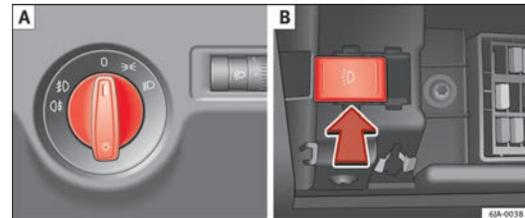

Abb. 55 Kombi-Instrument: Lichtschalter / Sicherungen: Schalter für Tagfahrlicht
Bei Fahrzeugen mit **Rechtslenkung** weicht die Anordnung der Bedienelemente teilweise von der in ⇒ Abb. 55 ⇒ Seite 99 gezeigten Anordnung ab. Die Symbole zur Anzeige der einzelnen Bedienelemente sind jedoch identisch.
- Drehen Sie den Lichtschalter ⇒ Abb. 55 [A] in die Position ⤵.
- Drehen Sie den Lichtschalter ⇒ Abb. 55 [A] in die Position ⤴.
- Drehen Sie den Lichtschalter ⇒ Abb. 55 [A] in die Position 0. ■
Drehen Sie den Lichtschalter ⇒ Abb. 55 **A** ⇒ Seite 99 in die Position 0.
- Drücken Sie die Taste ⇒ Abb. 55 **B** ⇒ Seite 99 **nach rechts**.
- Drücken Sie die Taste ⇒ Abb. 55 **B** ⇒ Seite 99 **nach links**.
- Drehen Sie den Lichtschalter ⇒ **Abb. 55**  ⇒ Seite 99 in die Position  und verriegeln Sie das Fahrzeug.